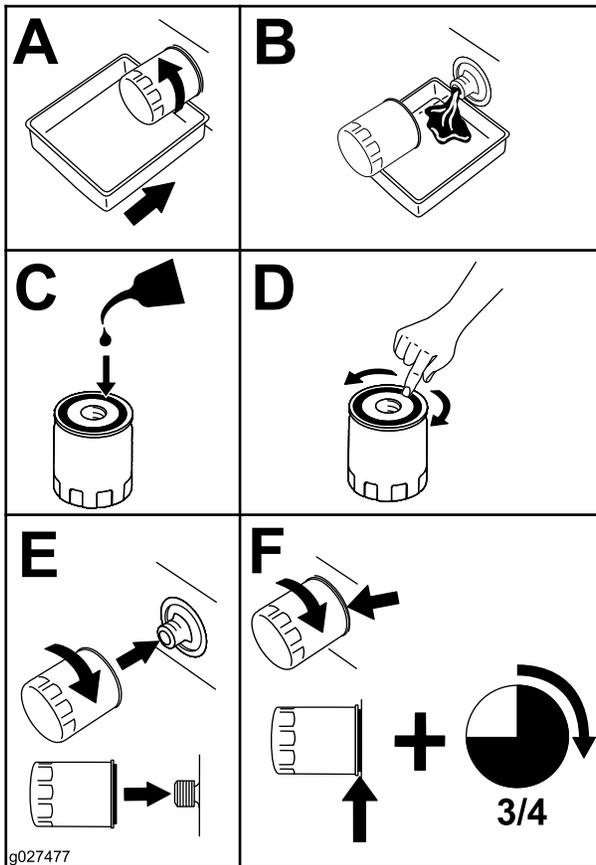

Figura 66
2. Sustituya el filtro de aceite del motor (Figura 66).